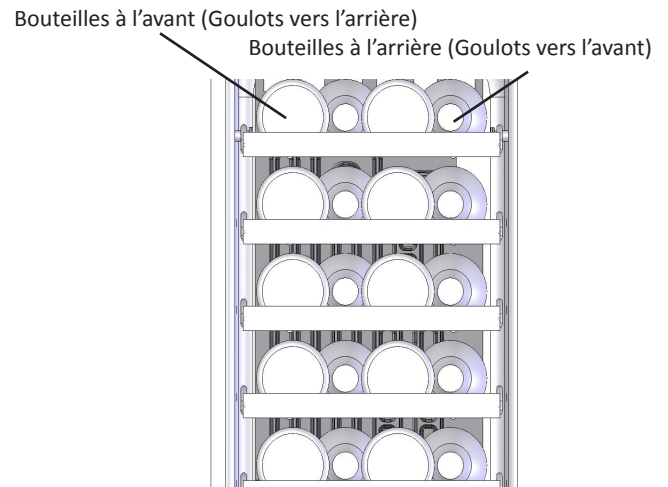

Figure 14
Les cinq (5) tablettes coulissantes peuvent porter chacune quatre (4) bouteilles. Voyez la Figure 14 pour une disposition type des bouteilles de vin. Il faut faire attention pour l'entreposage de bouteilles très grosses dans le panier à vin en bas du compartiment car elles pourraient empêcher la fermeture de la porte.